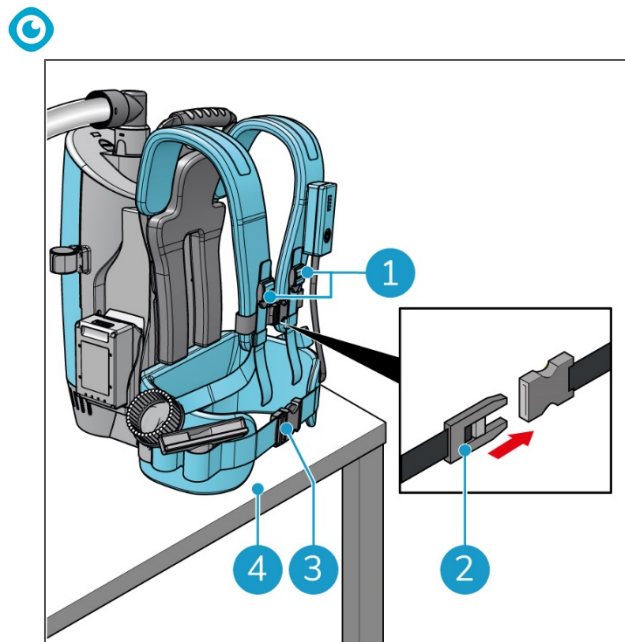

Figura 18
7. Coloque o i-move 2.5B® em cima de uma mesa ou de uma superfície semelhante (Figura 18, posição 4).
8. Abra o cinto (Figura 18, posição 3).
9. Abra a fivela da frente (Figura 18, posição 2).
10. Desaperte as 2 fivelas (Figura 18, posição 1).